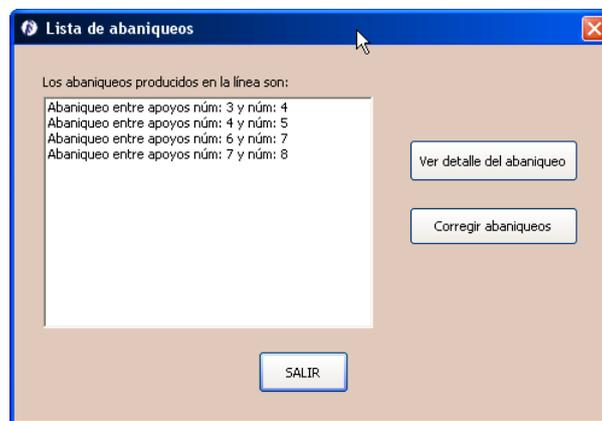
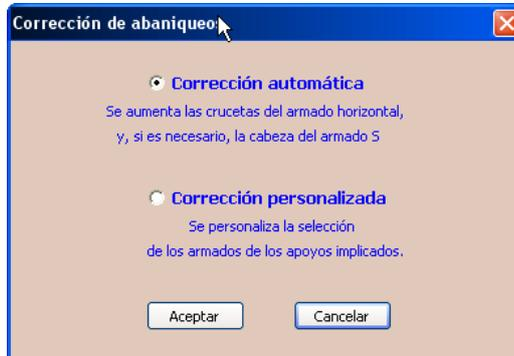

Figura 6.5. Lista de abaniqueos existentes
Figura 6.7. Corrección de abanico
En el botón *ver abaniqueos* (Figura 6.5) situado en la parte inferior izquierda de la ventana (este botón sólo aparece en el caso de haber abaniqueos). La siguiente ventana que aparece nos informa de los vanos en los cuales hay abaniqueo y nos permite visualizarlo y corregirlo:
- Corregir abaniqueos (Figura 6.7), al entrar en *corregir abaniqueos* (pulsando el botón en Figura 6.5) nos propone dos soluciones: